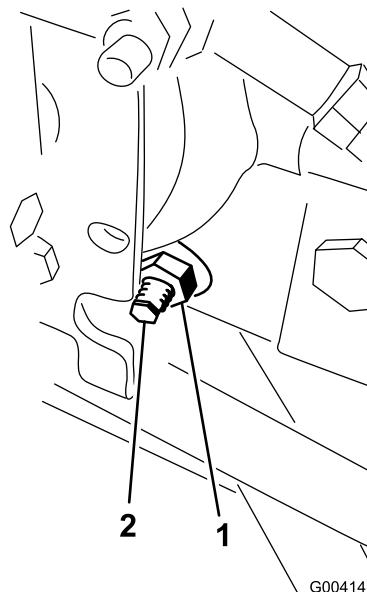

図 69
3. ハイドロスタッットの右側にあるトラクション調整カムのロックナットをゆるめる(図 69)。